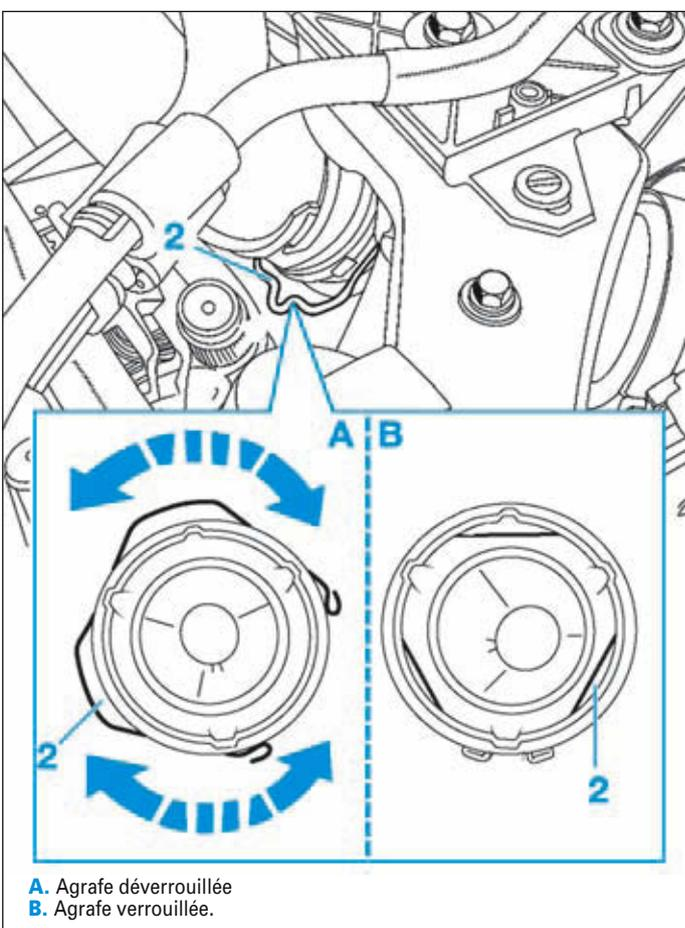

FIG.71
- Pivoter l'agrafe (2) du tuyau d'alimentation en air (Fig.71).